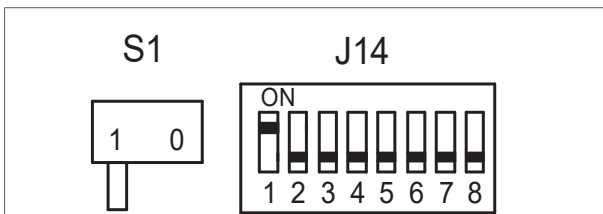

Figure 12 - Positions des commutateurs S1 et J14
2. Positionner comme suit les commutateurs S1 et J14 du module de commande (figure 12 / 13) :